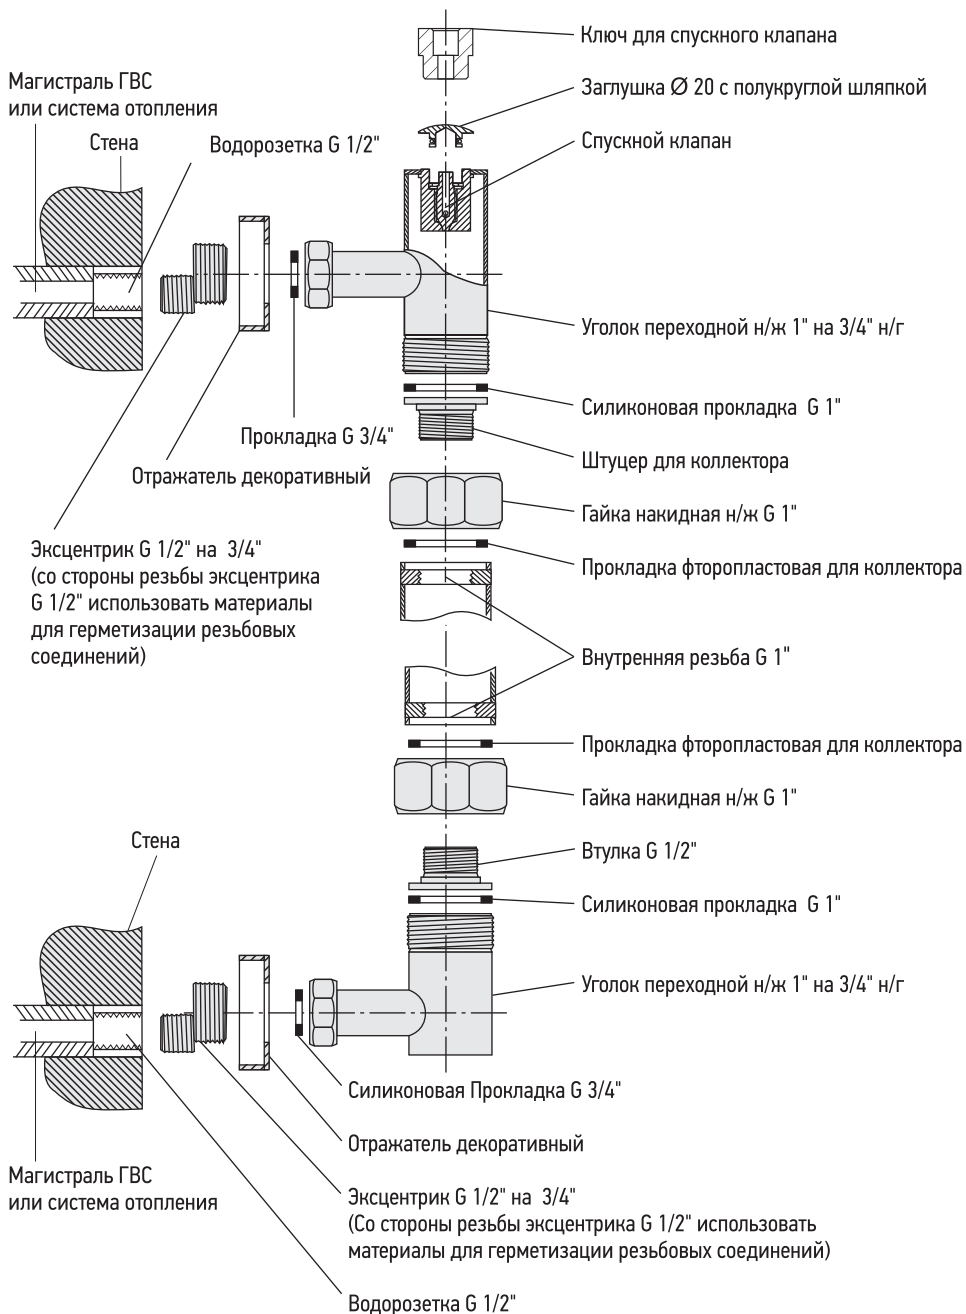

Рис. 2
Полотенцесушитель комплектуется согласно схеме монтажа (рис. 2):
- 6.5. Монтаж полотенцесушителя производить согласно схеме (рис. 2).
- 6.6. Для герметизации резьбовых соединений производитель комплектует изделие прокладками собственного изготовления (п. 5.5, п. 5.6, п. 5.7 и рис. 2).